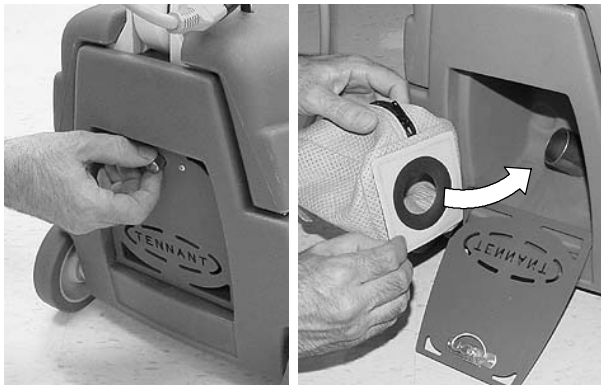

FIG. 3
1. Ouvrez le compartiment du sac à poussière situé à l'arrière de la machine, en tournant le bouton dans le sens contraire des aiguilles d'une montre (Figure 3).
2. Faites glisser le collier du sac à poussière au-dessus du tuyau d'aspiration, comme illustré, puis refermez le compartiment (Figure 3).